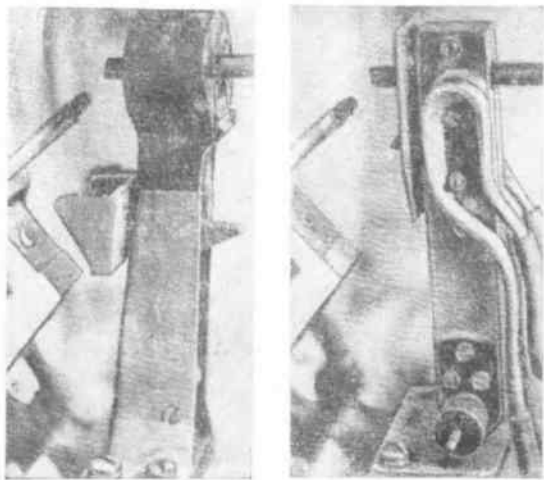

Рис. 1. Старая (а) и новая (б) контактные головки положительного угля
1. Водоохлаждаемая контактная головка положительного угля (рис. 1, а) сделана